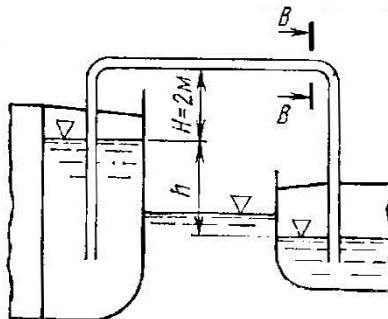

Рис. 8.7
8.17. При какой разности уровней h расход моторного топлива ДТ ($t = 30$ °C, $\nu = 0,9 \cdot 10^{-4}$ м²/с, $\rho = 900$ кг/м³) через сифонный трубопровод (рис. 8.7) будет равен 4 л /с? Определить также давление в сечении $B—B$, если при общей длине $L = 20$ м расстояние от начала трубопровода до сечения $B—B$ равно $l = 12$ м, а диаметр трубопровода $d = 50$ мм. Трубу считать гидравлически гладкой, давление над поверхностью топлива в обоих танках атмосферное.
8.18. Определить расход моторного топлива ДТ ($t = 30$ °C, $\nu = 0,9 \cdot 10^{-4}$ м²/с, $\rho = 900$ кг/м³) через сифонный трубопровод (рис. 8.7) при разности уровней в танках $h = 4$ м. Определить также давление в сечении $B—B$, если при общей длине $L = 18$ м расстояние от начала трубопровода до сечения $B—B$ равно $l = 10$ м, а диаметр трубопровода $d = 50$ мм. Шероховатость стенок трубы — 0,04 мм, давление над поверхностью топлива в обоих танках атмосферное.
8.19. Определить расход моторного топлива ДТ ($t = 30$ °C, $\nu = 0,9 \cdot 10^{-4}$ м²/с, $\rho = 900$ кг/м³) через сифонный трубопровод (рис. 8.7) при разности уровней в танках $h = 5$ м, если давление над поверхностью топлива в левом танке составляет 110 кПа, а в правом танке — 105 кПа. Определить также давление
8.20. Определить, каким должно быть давление p_1 над свободной поверхностью топлива в левом баке (рис. 8.7), чтобы оно перетекало через сифонный трубопровод с расходом $Q = 12$ л/мин, при разности уровней в танках $h = 4$ м, если диаметр трубы $d = 100$ мм; длина трубопровода 10 м; коэффициенты сопротивления входу и выходу из трубопровода $\xi_{\text{вх}} = \xi_{\text{вых}} = 0,8$; шероховатость трубы — 0,04 мм. Давление над свободной поверхностью топлива в правом баке $p_2 = 105$ кПа.